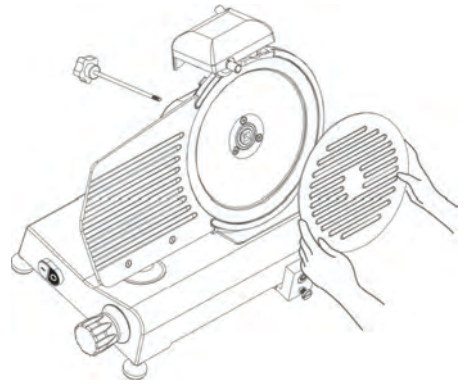

Abb. 4 - Abnehmen der Abdeckung des Messers
- Entfernen Sie die Messerschutzabdeckung, indem Sie den Stift auf der Rückseite des Geräts herausdrehen. (Siehe Abb. 4).